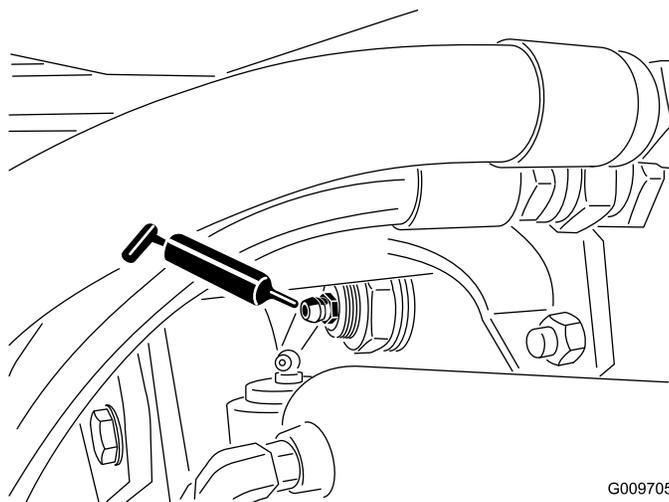

Рисунок 36
- Втулки шарниров заднего моста (2 шт.), как показано на Рисунок 36